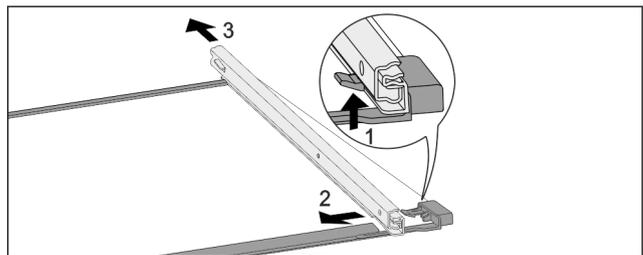

Fig. 150 Glasplatte mit Schienen
- ▶ Vorderen Rasthaken nach oben drücken. *Fig. 150 (1)*
- ▶ Auszugsschiene zur Seite *Fig. 150 (2)* und nach hinten *Fig. 150 (3)* wegschieben.